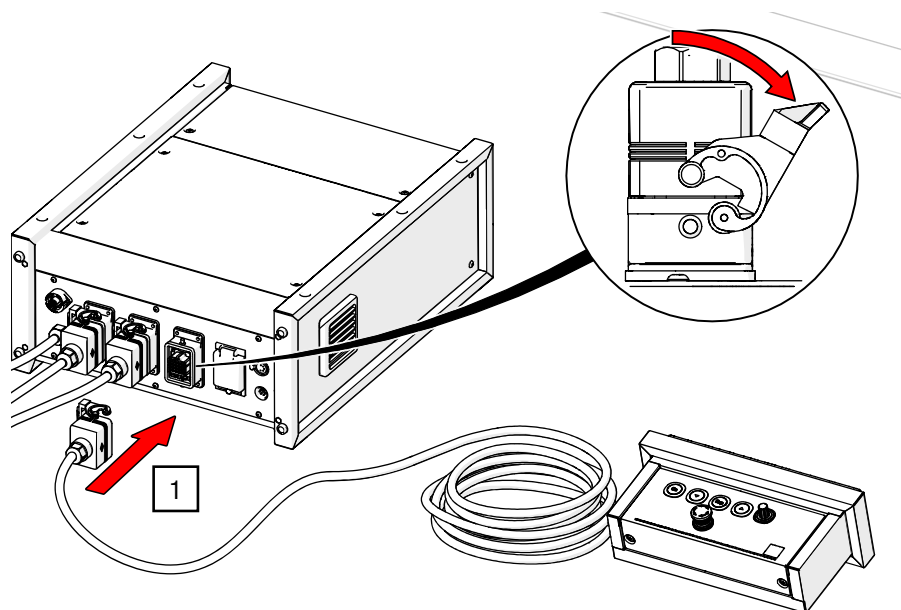

Abb. 28: G-FRAME 54 – 2. Bedienstelle anschließen
1. Schließen Sie den Stecker vom Not-Aus-Taster an der Buchse Not-Aus auf der Rückseite der Steuerung an (siehe Abb. 28).
2. Schließen Sie das DMX-Eingangskabel, welches von einem externen DMX-Steuergerät abgeht, mit dem 5-poligen XLR-Stecker an die DMX-IN-Buchse (5/Abb. 6) der Rückseite der Steuerung an (siehe Abb. 28).
1. Stecken Sie das Steuerungskabel der 2. Bedienstelle in die mit OXSB1 markierte Buchse an der Rückseite der Steuerung und verriegeln Sie diese mit dem Bügel (siehe Abb. 28).